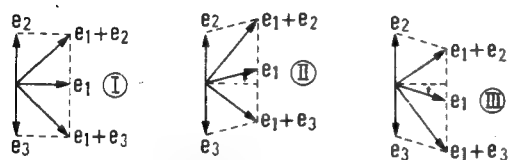

Figure 38 Abb. 38
3. When  $f_c > f$  (Deviated toward (-) side)  $e_1 + e_2 < e_1 + e_3$  Output (+). (See figure 38)
3. Wenn  $f_c > f$  (Die Abweichung geht den tieferen Frequenzen zu) ist  $e_1 \times e_2 > e_2 + e_3$ , und der Ausgang wird positiv. (Vgl. Abb. 38).